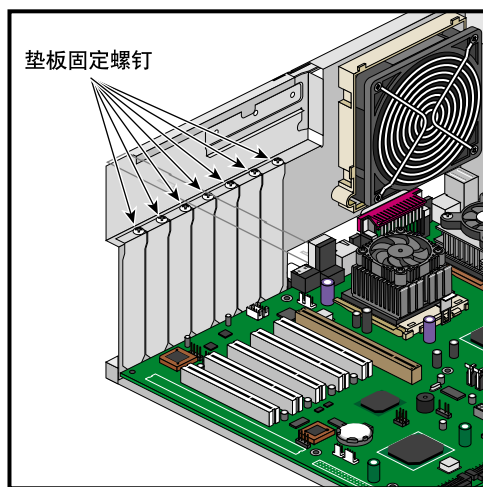

图 2-19 扩展槽垫板固定螺钉的位置
- 拧紧固定螺钉，如图 2-19 所示。
- 取下图 2-19 所示的固定螺钉。